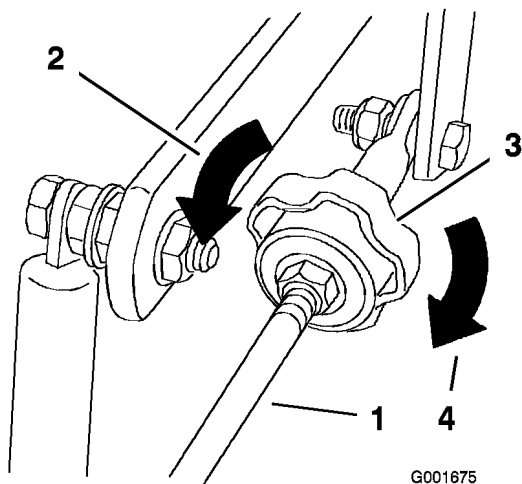

Figure 41
4. Pour que la machine tire à droite, tournez le bouton vers la droite de la machine (voir Figure 41).
5. Pour que la machine tire à gauche, tournez le bouton vers la gauche de la machine (voir Figure 41).